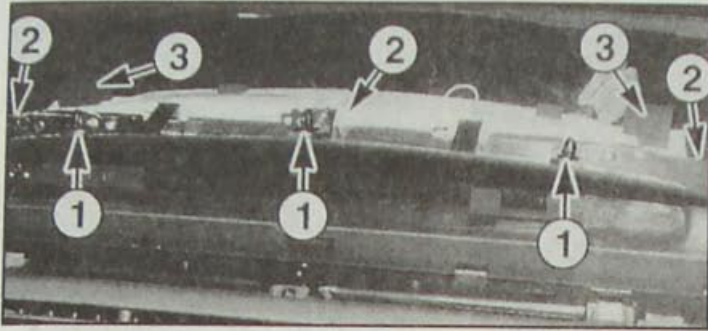

Рис. 13.32. Снятие комбинации приборов:
• Начиная с угла, вертикально поднимите верхнюю облицовку комбинации приборов, при этом освободятся три верхних фиксатора (1, рис. 13.32).
• Отверните винты (2, рис. 13.32) заднего крепления комбинации приборов.